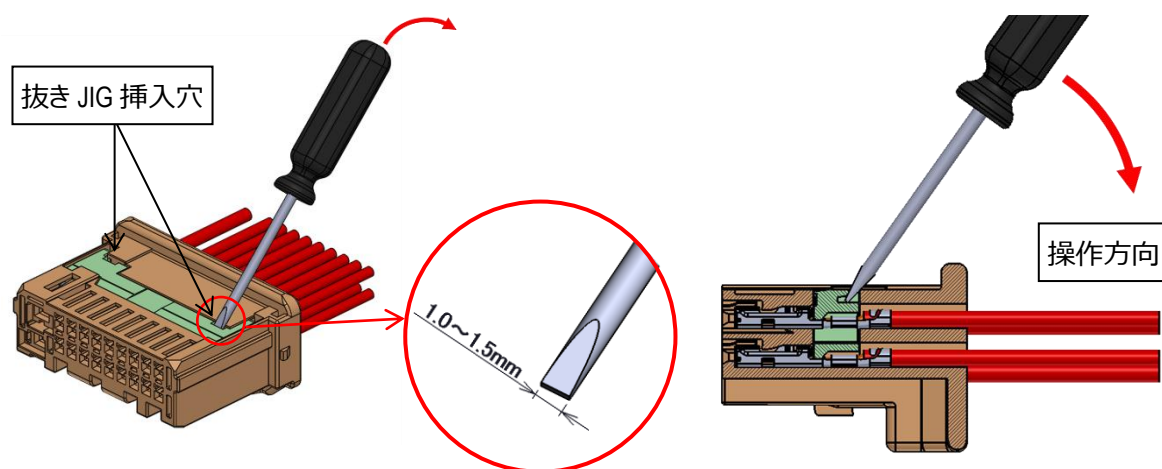

図 30.リテーナ解除方法
- ①メスハウジング底面(2か所)の抜き JIG 挿入穴部に 1.0mm~1.5mm 幅のドライバーを差し込み、リテーナを押し出してください。(図 30 参照)